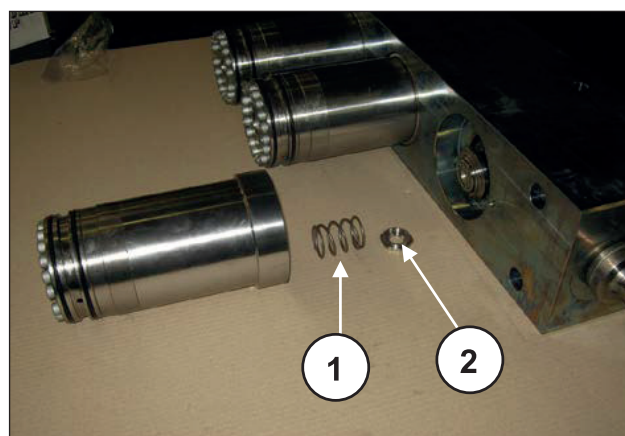

Fig. 175
Durante el desmontaje de las camisas es importante no perder los muelles de la válvula ni las válvulas planas (pos. ① y ②, Fig. 175) ya que al estar montadas sólo por contacto podrían caerse.